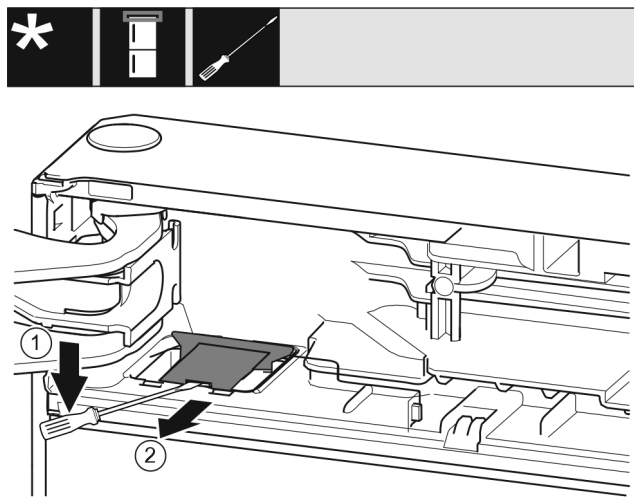

Fig. 9
- ▶ Con un destornillador para tornillos de cabeza ranurada, desencajar la cubierta y levantarla. Fig. 9 (1)
- ▶ Extraer la cubierta. Fig. 9 (2)